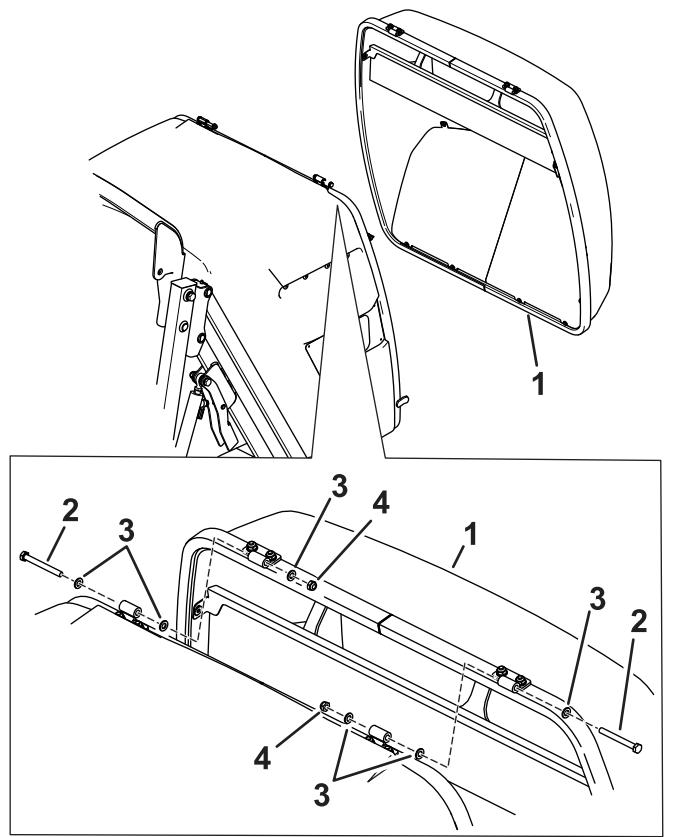

Рисунок 2
- Установите дверцу на бункер с помощью ранее снятых крепежных деталей; см. Рисунок 2.